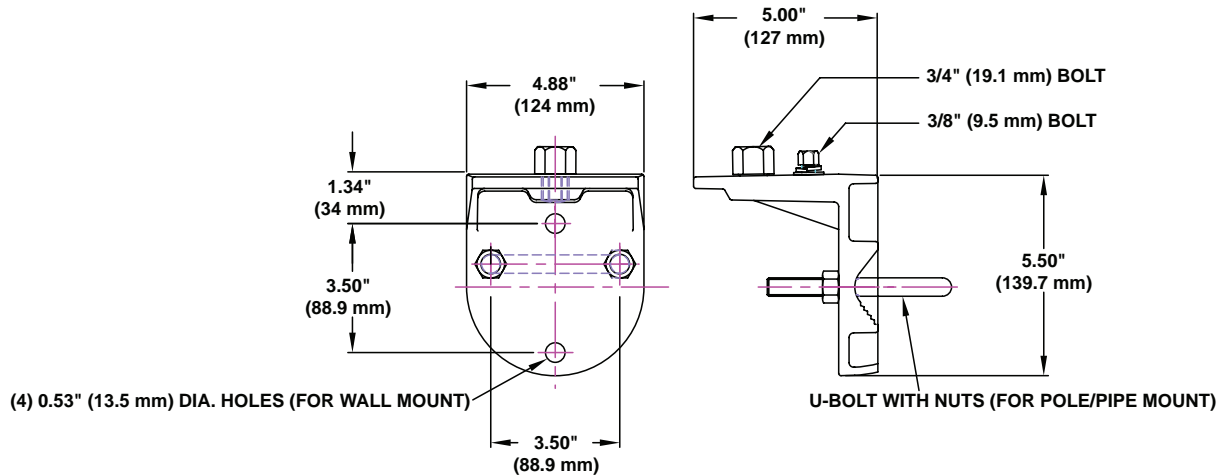

Figure 6: Support de montage sur tube/mural (P/N: G-AM-8-WB)
3. Montez le support de montage sur tube/mural sur une surface plane avec le matériel fourni par l'utilisateur ou fixez-le à un tuyau ou à un poteau (1 pouce (25,4 mm) à 2-1/2 pouces (63,5 mm) avec des boulons en U et des écrous (fournis). Serrez les écrous pour les immobiliser en position. Voir Figures 6 et 7.